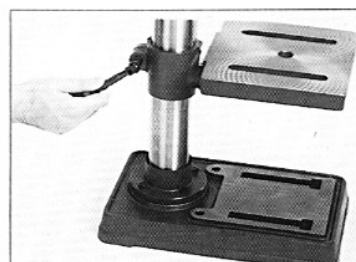

図2-5
- (5) ⑪クランクボルトをテーブル上下用ハンドルの反対側から入れ、締めて下さい。図2-5